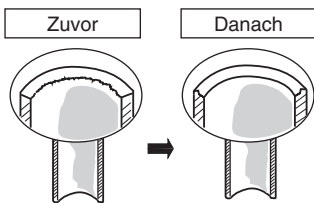

Abb. 5-1
- (1) Die Kupferleitung mit einem Rohrschneidewerkzeug auf die erforderliche Länge zuschneiden. Es wird empfohlen, dabei zur geschätzten Länge ungefähr 30 bis 50 cm hinzuzufügen.
- (2) Das Ende der Kupferleitung nun mit einer Reibahle oder einem ähnlichen Werkzeug entgraten. Dies ist sehr wichtig und muss sorgfältig durchgeführt werden, um eine korrekte Ausweitung zu erhalten. Unbedingt darauf achten, dass keine Verschmutzung (Feuchtigkeit, Staub, Metallspäne usw.) in die Leitungen gelangen können. (Abb. 5-1 und 5-2)